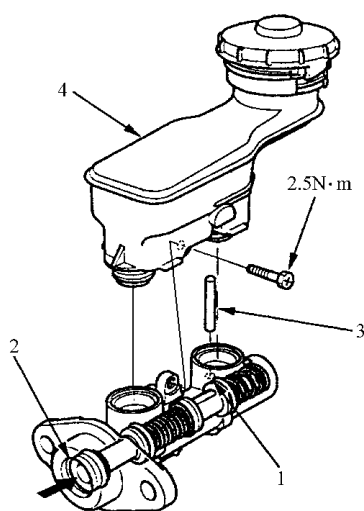

图 8-30 安装止动销
5) 对于装备有 ABS 的车型，如图 8-30 所示，通过将次级活塞往里推，将主活塞上的槽与止动销孔对齐，然后安装止动销。